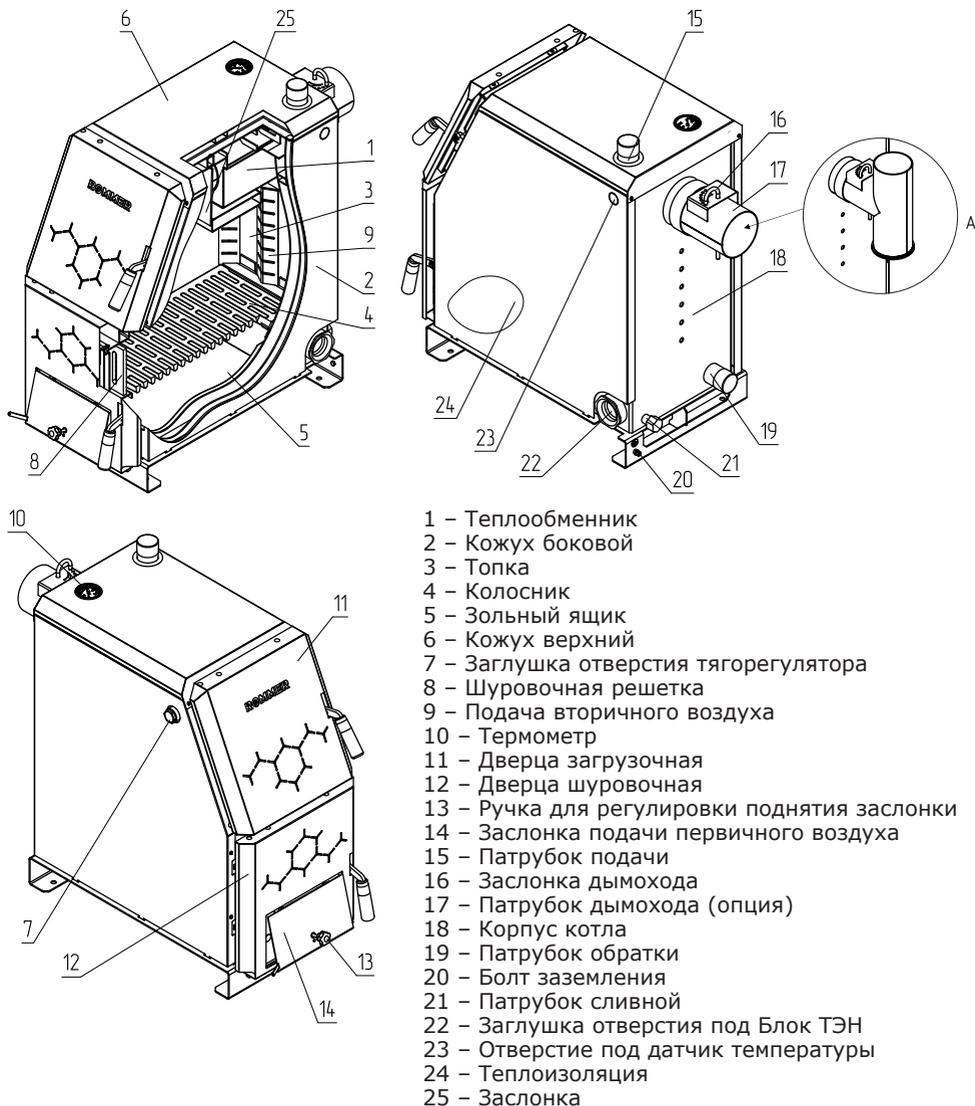

Рис.1. Конструкция котла твердотопливного «Rommer».
5.1. Котел (рис.1) состоит из корпуса (поз.18), топки (поз.3), теплообменника (поз.1) и патрубков дымохода (поз.17) возможна установка горизонтального или вертикального патрубка дымохода Рис.1 (Вид А). В верхней части теплообменника установлена заслонка (поз.25). В нижней части топки устанавливаются колосники (поз.4) и зольный ящик (поз.5).